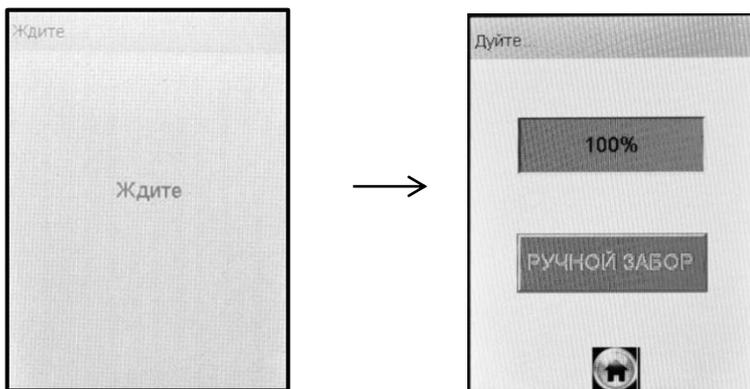

Рисунок 13 – Готовность к отбору пробы
– при положительном результате проверки (при отсутствии этанола и других компонентов), анализатор перейдет в окно готовности к отбору пробы (рисунок 13, справа);
Целесообразно прекратить выдох. Для возобновления процедуры измерений нажмите на виртуальную кнопку «**Повтор**», после перехода анализатора в режим готовности к отбору пробы (рисунок 13, справа) можно повторить выдох согласно 2.7.11 настоящего РЭ.
Для этого во время выдоха обследуемого нажмите виртуальную кнопку «**РУЧНОЙ ЗАБОР**» (рисунок 13), при этом анализатор произведет ручной отбор пробы. Производите ручной отбор пробы в самом конце выдоха, на который способен обследуемый.